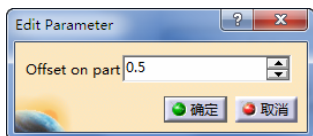

图 5-80 定义零件余量 (5)
- 定义零件余量 (5)。双击 “Roughing.1” 对话框中的 “Offset on part”，弹出 “Edit Parameter” 对话框，可设置余量大小为 “0.5mm”，如图 5-80 所示。